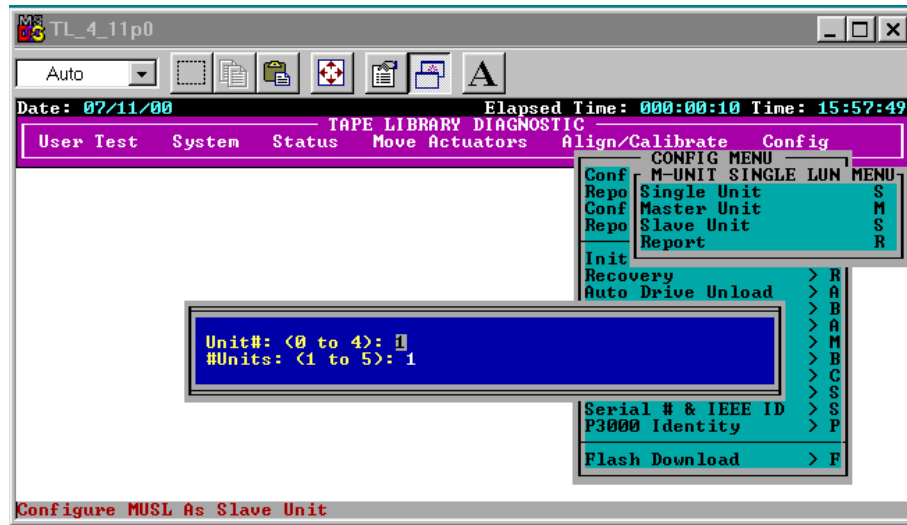

Figura 3-14. Cuadro de diálogo del submenú Configuration (Configuración)
4. Cuando seleccione Master Unit (Unidad Principal) o Slave Unit (Unidad Secundaria), introduzca en Unit # el número de unidad del 0 al 4 de la biblioteca y, en # Units, el número de bibliotecas, del 1 al 5, del sistema de bibliotecas multiunidades (consulte la Figura 3-14).